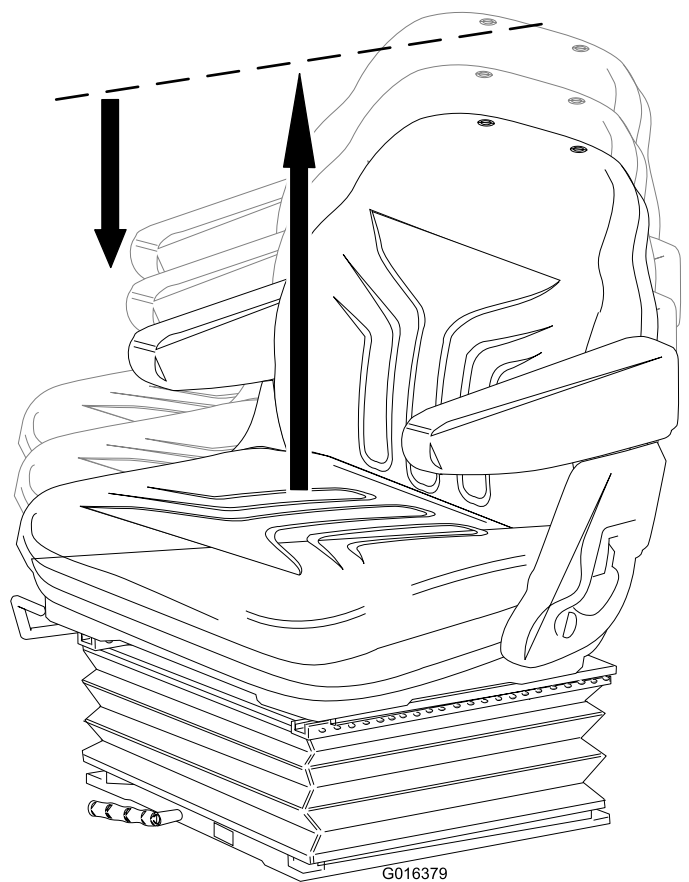

Figura 24
- Sollevate manualmente il sedile per regolare l'altezza in modo incrementale (Figura 24).